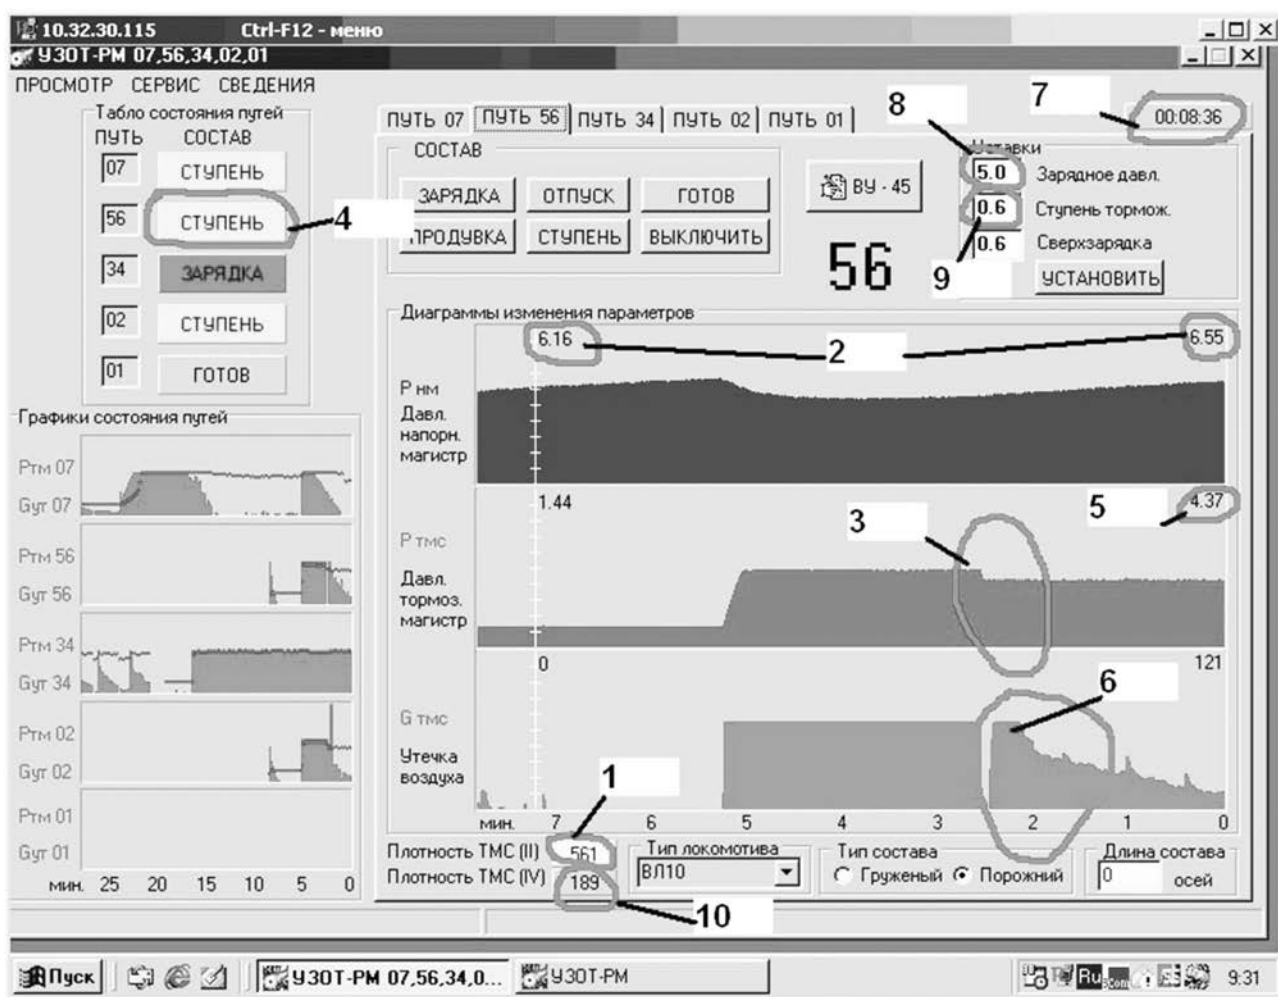

Рис. 10. Вид рабочего окна программы УЗОТ-РМ в режиме «СТУПЕНЬ»
- при установке в окне СОСТАВ режима «СТУПЕНЬ» на табло состояния путей (верхний левый угол, рис. 10) загорается надпись «СТУПЕНЬ» (рис. 10, поз. 4);
- появляется снижение давления на диаграмме давления тормозной магистрали $P_{\text{ТМС}}$ (рис. 10, поз. 3) от зарядного давления 4,85–5,15 кгс/см² до меньшего давления на величину ступени 0,6 кгс/см² — 4,25–4,55 кгс/см² (рис. 10, поз. 5, 9). Отсутствие снижения зарядного давления на величину ступени торможения (рис. 10, поз. 9) на диаграмме $P_{\text{ТМС}}$ является признаком неисправности установки;
- давление напорной магистрали $P_{\text{НМ}}$ (рис. 10, поз. 2) должно быть в пределах 6,5–9,0 кгс/см²;
- плотность ТМС (II) для установки УЗОТ-РМ — должна быть надпись «Нет» (рис. 10, поз. 1), так как состав не подключен к ПК, наличие любого другого значения свидетельствует о возможной неполадке датчика учета плотности или сбое в программе установки (рис. 10);
- плотность ТМС (IV) для установки УЗОТ-РМ — должна быть надпись «Нет» (рис. 10, поз. 9), так как состав не подключен к ПК, наличие любого другого значения свидетельствует о возможной неполадке датчика учета плотности или сбое в программе установки (рис. 10);
(рис. 10, поз. 3) возможно кратковременное наблюдение скачка утечки на диаграмме утечки воздуха $G_{\text{ТМС}}$, что не является неисправностью. В случае если значение утечки носит не кратковременный характер, это свидетельствует о неисправности датчика давления или «заедании» хода штока поршня датчика (рис. 10, поз. 6).